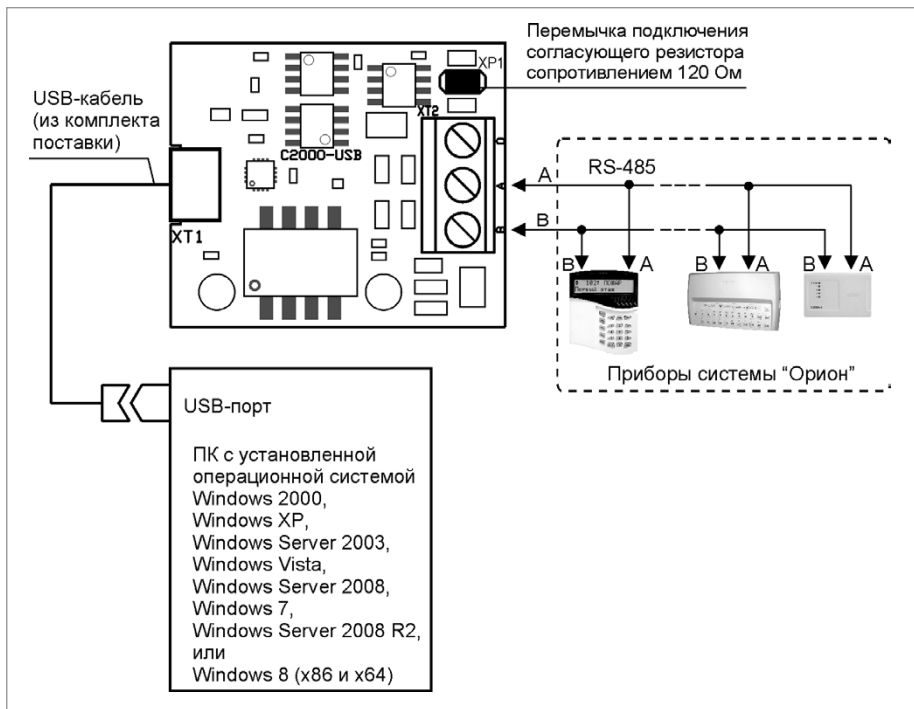

Рисунок 6. Схема внешних соединений «C2000-USB»
1.3. Подключите преобразователь в соответствии с проектной документацией и схемой на Рисунок 6.